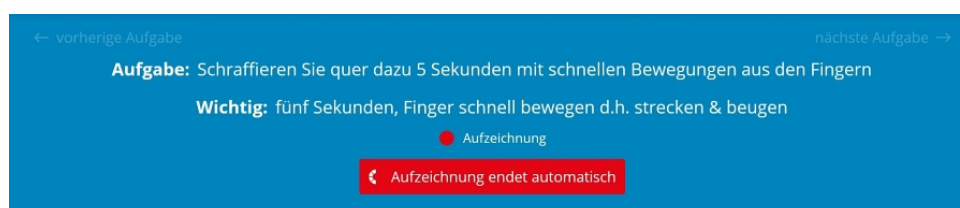

Abbildung 12: Selbstablaufende Aufgabe: Nach 5 Sekunden Schreiben beendet sie sich automatisch.
- 6. Schritt:** Wenn eine Aufgabe beendet wurde, auf **Messung beenden** tippen. Bei den Aufgaben „Schraffur“ und „Kreisel“ ist dies nicht erforderlich; sie beenden sich selbsttätig nach 5 Sekunden (siehe Abbildung 12). Wird der Stift abgesetzt, hält auch die Stoppuhr an; es werden also immer 5 Sekunden Schreibfähigkeit gesammelt.